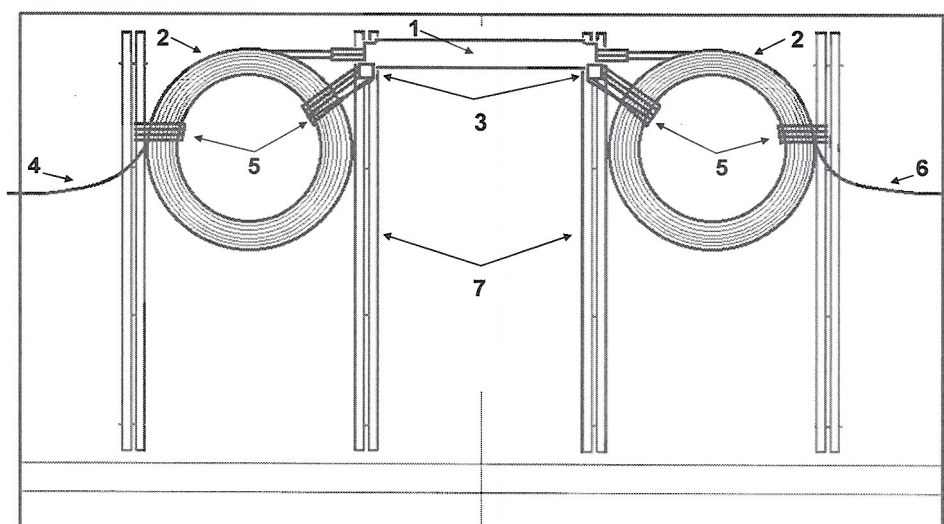

Рис. 17. Размещение проходной муфты МОГ-С и двух бухт технологического запаса сращиваемых кабелей в колодце ККСС-1:
4.5.4. Бухты запасов следует формировать так, чтобы они помещались в промежутках между кронштейнами ККУ-160. В них с допустимым радиусом изгиба помещается бухта запаса при наружном диаметре кабелей до 25 мм. Бухта в вертикальном положении устанавливается между кронштейнами и прикрепляется к консолям и кронштейнам перевязками из стальной проволоки (рис. 17 и 18).